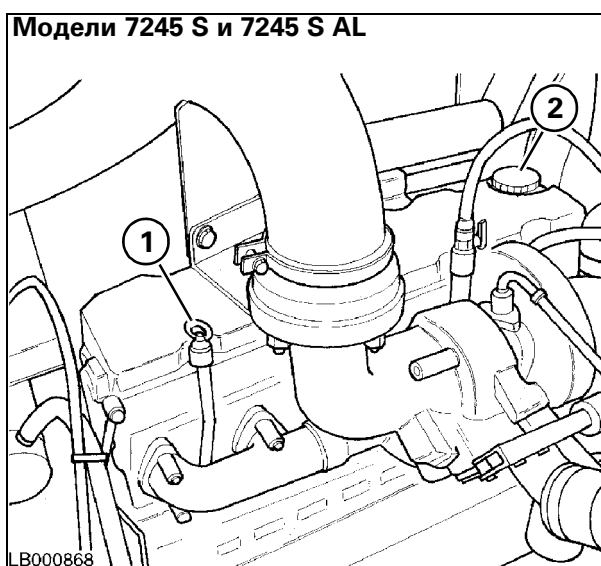
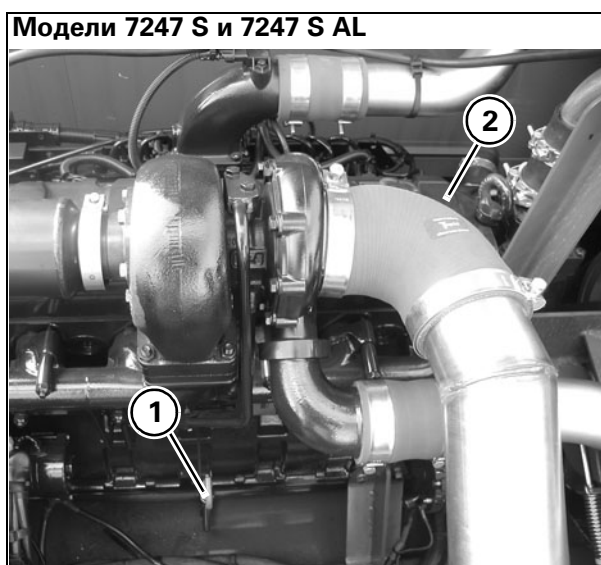

Рис. 7
Рис. 8
2. КАРТЕР ДВИГАТЕЛЯ - Рис. 7 и Рис. 8